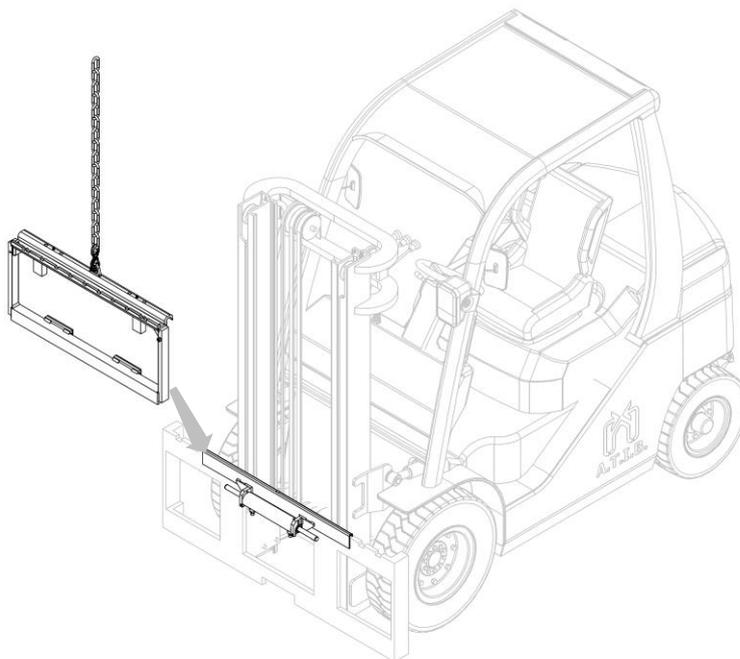

Figure 5
7. Accrocher l'équipement au point de préhension supérieur et, à l'aide d'un pont roulant ou d'un palan d'une portée suffisante, le placer sur la plaque porte-fourche, en prenant soin de le positionner correctement (voir *Figure 5*).